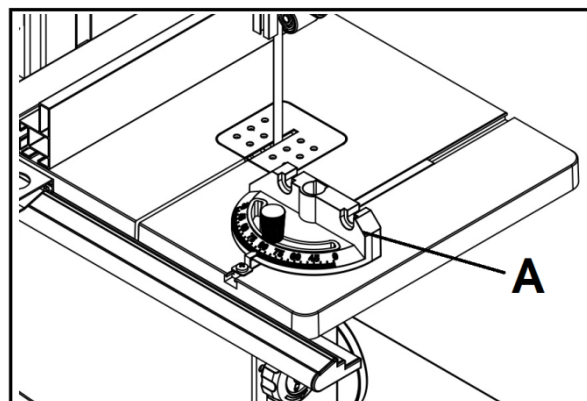

Рисунок 18
1. Поместите угловой упор (A, Рис. 18) в паз стола.